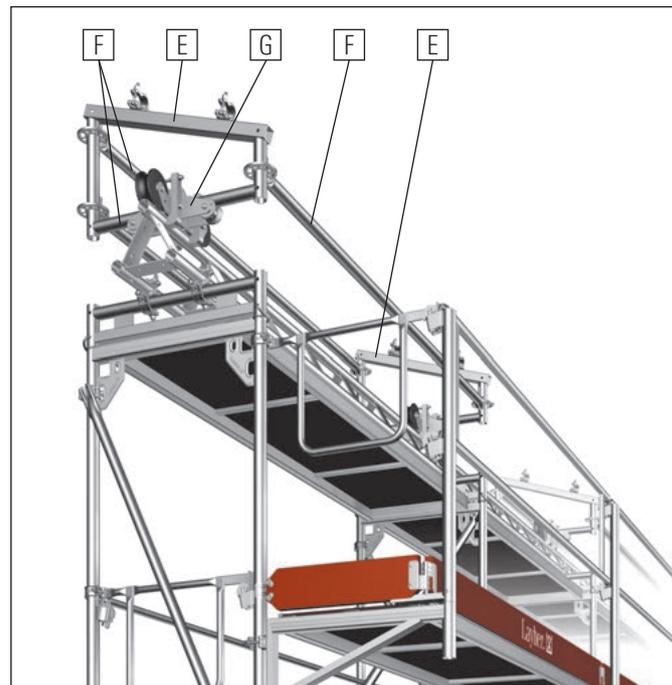
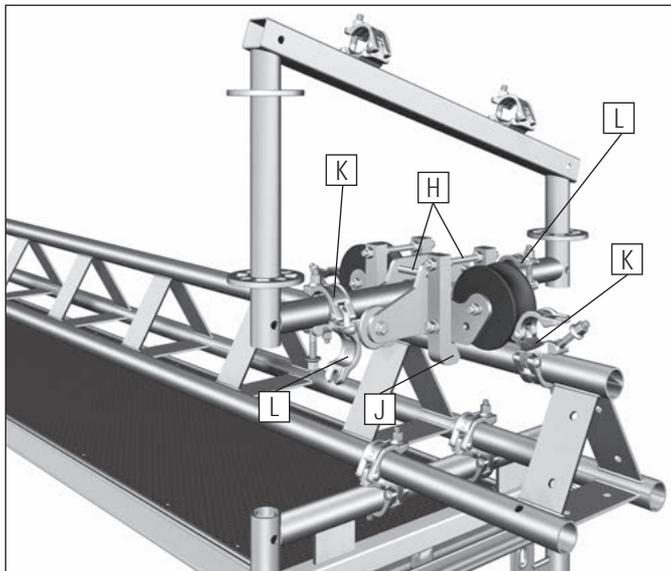

Bild 20
Bild 21
Die Dachauflager (E) werden gemäß Bild 20 durch Montieren von O-Riegeln 2,57 m (F) zu einer Einheit verbunden und auf die Fahrwagen (G) aufgesetzt. Danach werden die Dachauflager mit den beiliegenden Bolzen (H, Bild 21) gegen Abhub gesichert.
Als Sicherung gegen Verschieben sind Normalkupplungen am Obergurt der Fahrtschiene, rechts und links des Fahrwagens, einzubauen (K). Um die Verschiebung in Querrichtung zu verhindern, sind auf einer Seite des Daches ebenfalls Kupplungen am Rohr des Dachauflagers einzubauen (L). Zum Verschieben des Daches sind die Sicherungskupplungen auf dem Obergurt der Schiene (K) zu entfernen. Die Kupplungen (L) auf der einen Dachseite bleiben montiert (Bild 21).